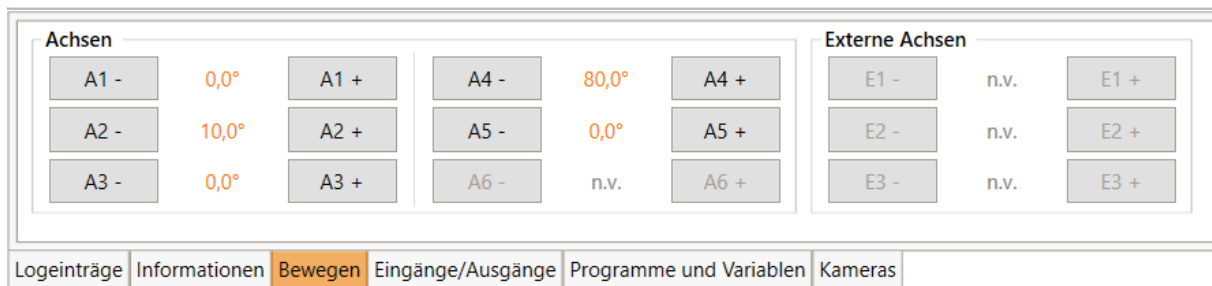

Abbildung 19: Die Softwareschaltflächen für "Achse"-Bewegungen. In beiden kartesischen Modi wechseln die Schaltflächen auf X, Y, Z, A, B und C.
- "Achse": Ein Klick auf A1 bis A6 bewegt die entsprechende Roboterachse (falls vorhanden). E1 - E3 bewegt die externen Gelenke. Dies können lineare oder Rotationsachsen sein (Abb. 19).